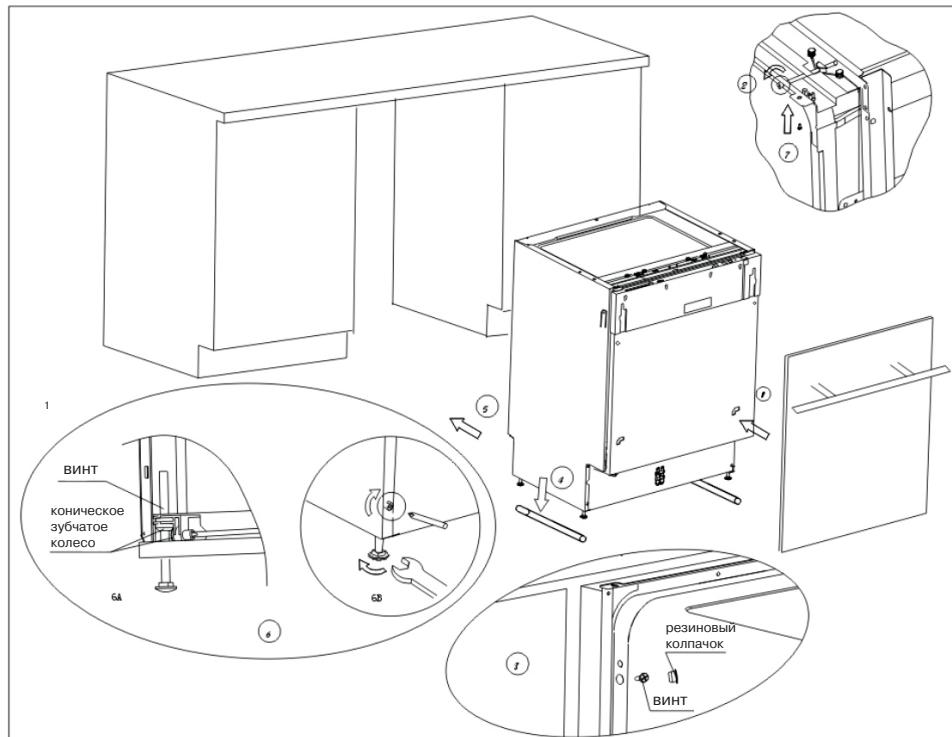

Рис. 7. Последовательность установки посудомоечной машины.
1. Используя скобы, прикрепите декоративную дверцу от вашей мебели к дверце машины (см. п.1 на рис. 7).
2. Отрегулируйте натяжение пружин дверцы при помощи торцевого ключа, поворачивая его по часовой стрелке для натяжения пружины и против часовой стрелки для того, чтобы ослабить пружины дверцы. Невыполнение данной операции может привести к повреждению посудомоечной машины (см. п.2 на рис. 7).
6. Поместите посудомоечную машину на направляющие (см. п.4 на рис.7).
9. Выровняйте машину. Задние ножки можно регулировать винтами, расположенными спереди (см. п.6A на рис.7). С помощью ключа отрегулируйте передние ножки (см. п.6B на рис. 7).
дерева или ДСП, прикрутите машину к ней шурупами по дереву, будьте осторожны, вес машины может вырвать шурупы из дерева (см. п.7 на рис.7).
Б. Если у Вас мраморная или гранитная столешница используйте скобы, чтобы прикрепить машину к стенам соседней мебели, при этом необходимо закрыть винты резиновыми шляпками, чтобы не повредить столешницу (см. п.8 на рис.7).